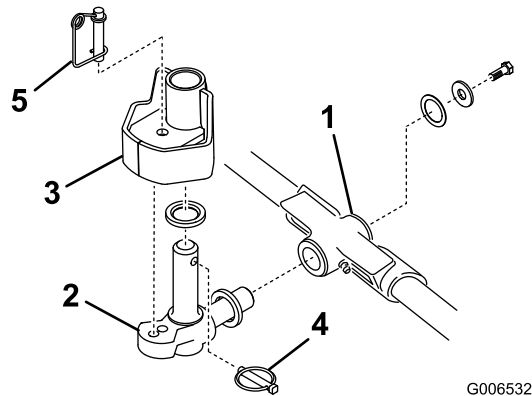

Figure 18
1. Montez une rondelle de butée sur l'axe horizontal du pivot comme illustré à la Figure 18.
2. Insérez l'axe horizontal du pivot dans le tube de montage du bâti porteur (Figure 18).
3. Fixez le pivot au bâti porteur avec une rondelle de butée, une rondelle plate et une vis à embase (Figure 18).
4. Insérez une rondelle de butée sur l'axe vertical du pivot (Figure 18).
5. S'il a été déposé, insérez l'axe vertical du pivot dans le moyeu de pivot du bras de relevage (Figure 18). Guidez le pivot en position, entre les deux amortisseurs de centrage en caoutchouc, dans le dessous de la plaque de direction du bras de relevage.
6. Insérez la goupille à anneau dans le trou transversal de l'axe de pivot (Figure 18).
Remarque: Si une position de plateau de coupe fixe est requise, insérez la goupille de blocage de direction dans le trou de fixation du pivot (Figure 18).
11. Accrochez le ressort autour du bas de la goupille de blocage de direction (Figure 18).